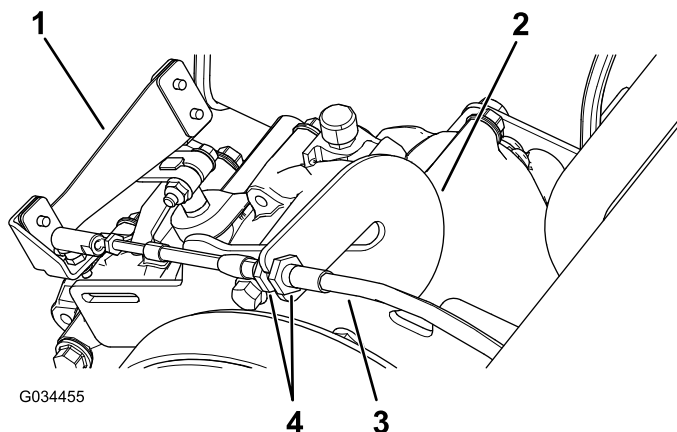

Figure 58
- Desserrez les écrous de blocage sur le câble de sélection et ajustez-les selon les besoins (Figure 58).
- Vérifiez la position de l'inverseur de marche en tournant le sélecteur aux 3 positions différentes et vérifiez que le levier (Figure 58) passe correctement à chaque position; voir Levier et indicateur d'inverseur de marche (page 11).